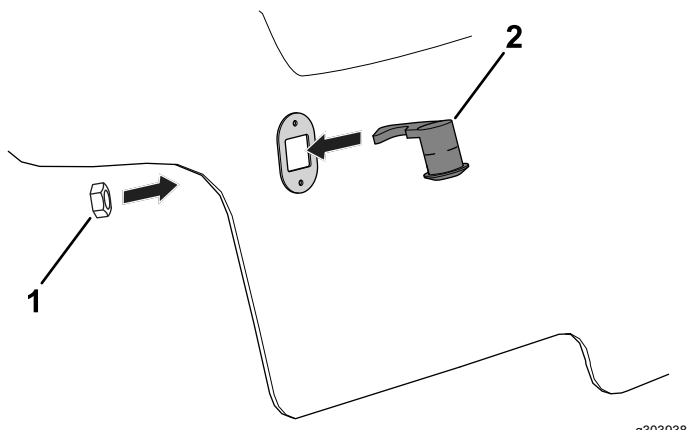

Figura 5
7. Insira a chave da ignição no capot (Figura 5).
8. Utilize a porca de retenção previamente removida (Figura 5) para prender o trinco da chave ao capot.